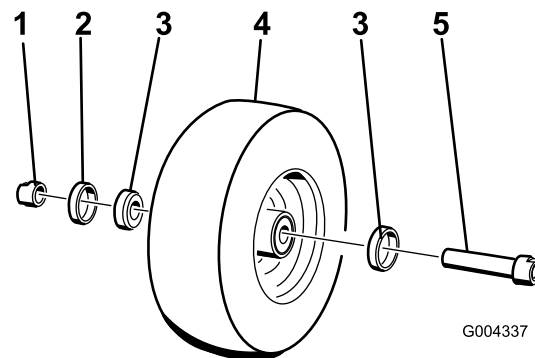

Figure 30
12. Montez l'assemblage écrou et essieu dans la roue du côté roulement, avec un joint neuf (Figure 30).
14. Insérez le second roulement, assorti d'un joint neuf, dans la roue (Figure 30).